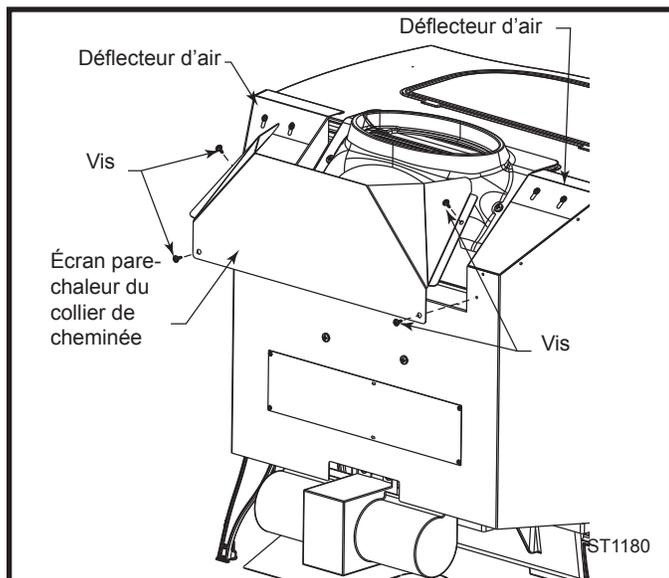

Fig. 23 Installation de l'écran pare-chaleur du collier de cheminée.
Si vous possédez l'ensemble de soufflante optionnel, vous pouvez décider d'ajuster le déflecteur d'air afin qu'il souffle la chaleur au-dessus sur le poêle. (Fig. 23) Desserrer les deux (2) vis qui se trouve de chaque côté et soulever ou rabaisser le déflecteur. Une fois l'ajustement effectué, resserré les vis.
ATTENTION : Le pare-chaleur du collier de cheminée doit être fixé au poêle. Utiliser quatre (4) vis pour métal en feuille #10 pour visser l'écran pare-chaleur du collier de cheminée à l'arrière du poêle. (Fig. 23)